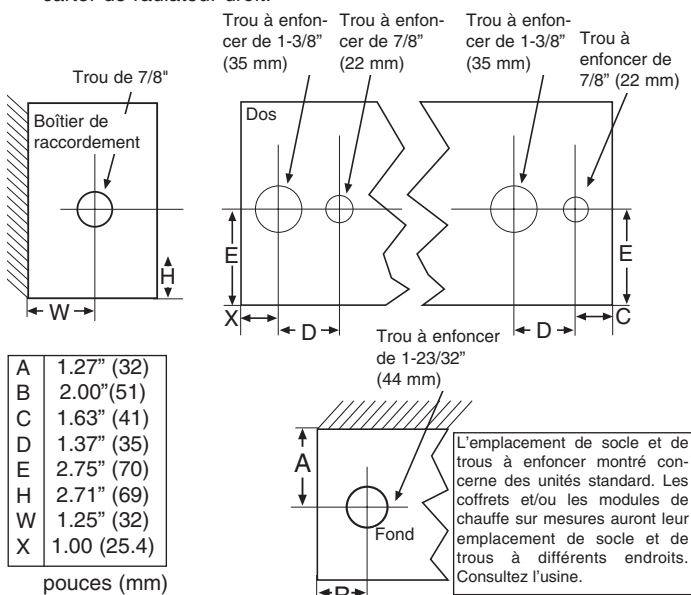

Fig. 3
1. Tirez une branche de circuit secteur, avec la bonne tension et une taille de fils correcte, jusqu'à l'emplacement du boîtier de raccordement de gauche ou de droite, comme indiqué sur le schéma de câblage du radiateur. Les radiateurs de base sont précâblés et peuvent se connecter au secteur d'un côté ou de l'autre. Les radiateurs avec commandes sont câblés à l'avance pour un raccordement au circuit d'alimentation d'un seul côté (reportez-vous au schéma de câblage du radiateur). Cependant un radiateur peut être câblé depuis l'extrémité opposée en tirant des fils au travers sans son chemin de câble. Voyez la Figure 3 pour l'emplacement des trous à enfoncer.
- Ouvrez les ouvertures à enfoncer pour électricité appropriées de l'un des boîtiers de raccordement. Voyez la Figure 3 pour l'emplacement de ces ouvertures à enfoncer. Si le radiateur est monté sur socle, consultez les instructions d'installation du kit de socle.
- Référez-vous au schéma de câblage pour l'entrée de l'alimentation électrique et ouvrez l'ouverture à défoncer appropriée (Figure 3) sur le radiateur sur lequel les raccordements électriques d'arrivée seront effectués. L'alimentation secteur ne peut être amenée qu'à l'extrémité d'un seul radiateur, les autres peuvent être connectés en parallèle en utilisant le chemin de câbles. Utilisez le Tableau B pour dimensionner le câblage installé sur le site dans le chemin de câble, ou utilisez le Tableau A pour déterminer la longueur maximale ou l'ensemble de radiateurs possible en utilisant le câblage installé en usine dans le chemin de câble de radiateur.